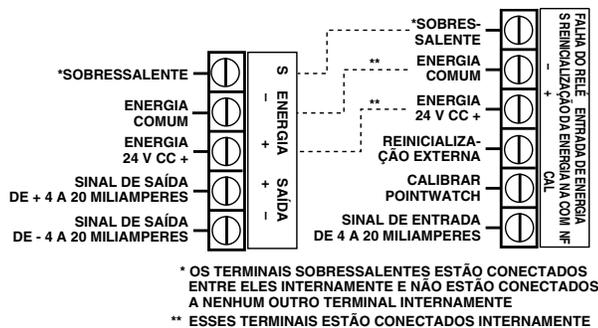

Figura 5 — Terminais de cabeamento de campo, Transmissor sem relés
- Figura 5 — Terminal de cabeamento de campo sem opção de relé